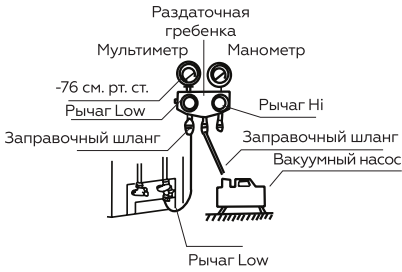

Рис. 40
3. Полностью откройте нижний рычаг раздаточной гребенки (см. Рис. 40).